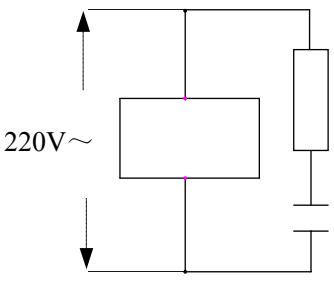
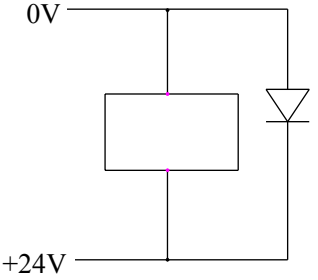
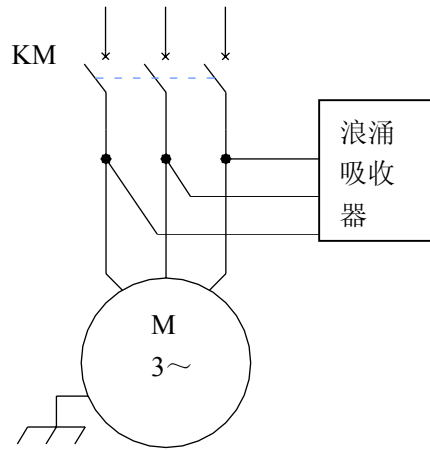

图 1-3
图 1-4
图 1-5
- 3、抑制干扰：在交流线圈两端并联 RC 回路（如图 1-3），RC 回路安装时要尽可能靠近感性负载；在直流线圈的两端反向并联续流二极管（如图 1-4）；在交流电机的绕组端并接浪涌吸收器（如图 1-5）。